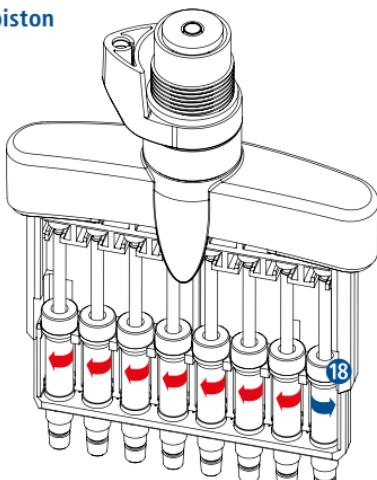

Fig.11
- L'ensemble de piston **18** peut être dégagé de la fixation en le tournant à l'aide d'une clé Allen (Fig. 11).